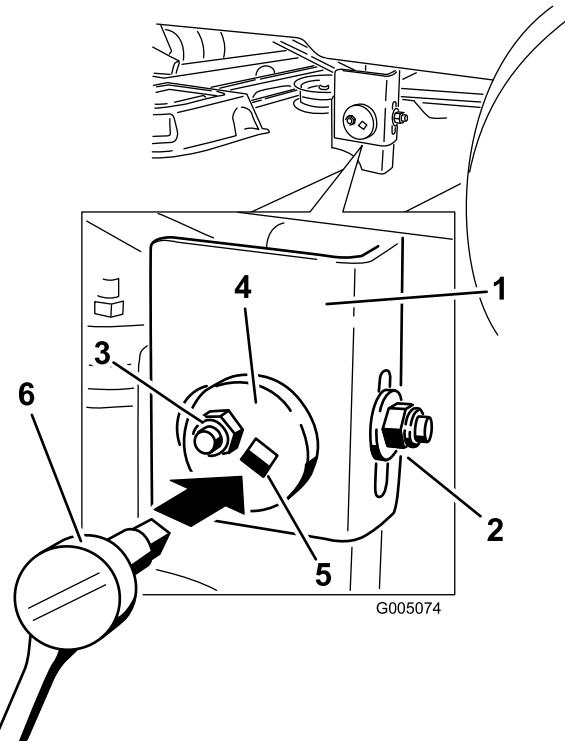

Figura 39
- En el lado izquierdo de la máquina. Afloje, pero no retire, la tuerca de bloqueo trasera de la barra de soporte (Figura 39).
- Afloje la tuerca de bloqueo lateral de la barra de soporte lo suficiente para permitir ajustar la placa excéntrica (Figura 39). Utilice una llave de extensión de 3/8 pulgada de una llave de tubo para manipular la placa excéntrica. Utilice la llave para ajustar la altura de la plataforma del cortacésped a la altura deseada.
- Cuando la plataforma esté en la posición deseada, apriete la tuerca de bloqueo lateral de la barra de soporte para fijar la posición nueva (Figura 39).